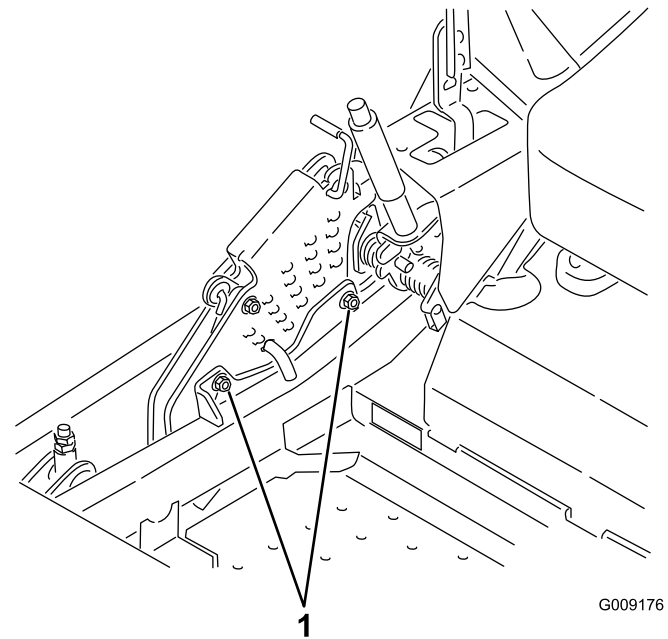

Figure 89
12. Pour régler le système monopoint, desserrez les deux boulons au bas de la plaque de hauteur de coupe (voir Figure 89).
14. Serrez les deux boulons au bas de la plaque de hauteur de coupe (Figure 89). Serrez à un couple de 37 à 45 Nm (27 à 33 pi-lb).